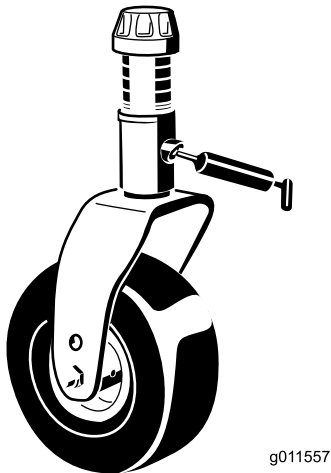

Figura 18
- Casquilhos do eixo da forquilha da roda giratória (2) (Figura 18)